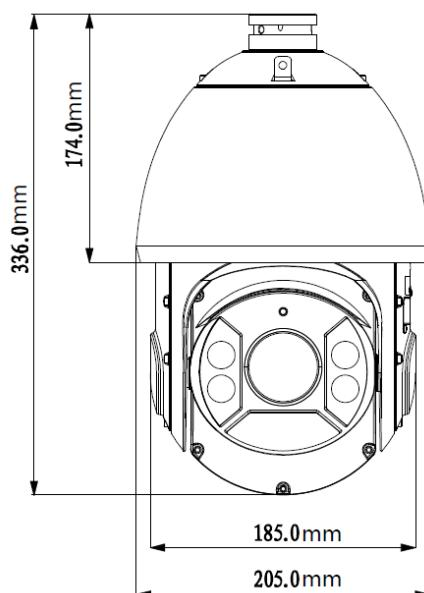

Рисунок 5.1 – Габаритные размеры видеокамеры
5.2.2 Выберите место крепления видеокамеры с учетом габаритных размеров изделия (Рисунок 5.1) и удобства работы с монтажным инструментом.